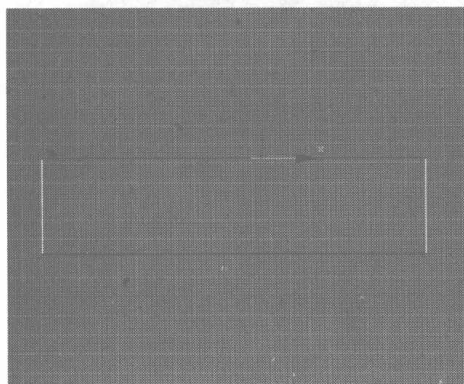
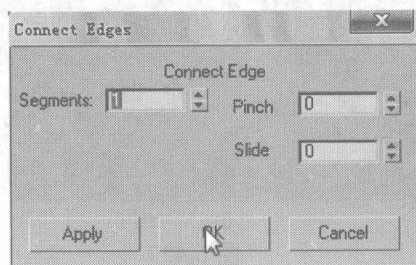

图 6.423
图 6.424
- 47 进入 Modify 控制面板, 切换为边线编辑, 在 Top 视图中选择如图 6.423 所示的边线, 在 Edit Edges 卷展栏中单击 **Connect** 右侧的小按钮, 在弹出的对话框中设置添加细分线的参数, 如图 6.424 所示。